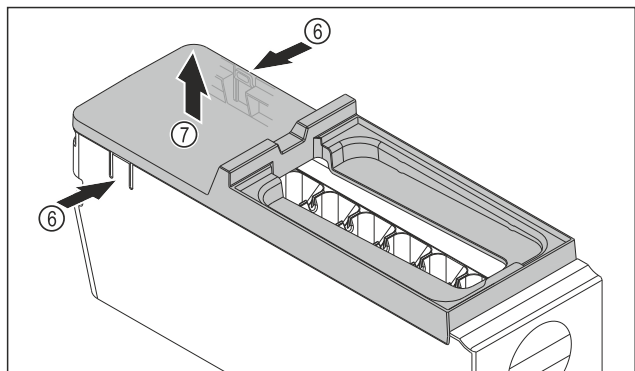

Fig. 213
- ▶ Extraer la cubierta del EasyTwist-Ice: Presionar con la mano las lengüetas Fig. 213 (6) a ambos lados del cuerpo del EasyTwist-Ice.
- ▶ Sacar la cubierta Fig. 213 (7) con la otra mano tirando hacia arriba.